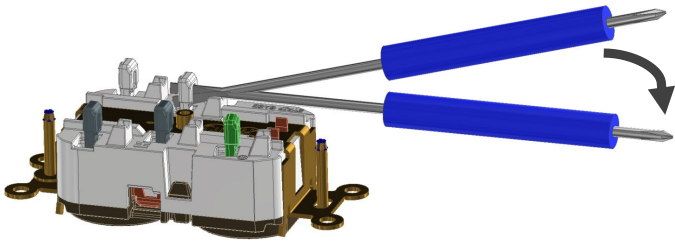

Fig. 4
- Para levantar un émbolo de la posición inferior a la superior, inserte un destornillador en la ranura del émbolo. Usando un destornillador de 1/8" - 3/16" y el punto de palanca provisto, levante el émbolo hasta que esté en la posición hacia arriba – Consulte Fig 4. **NO UTILICE PINZAS PARA TIRAR DE LOS ÉMBOLOS.**
Consulte Fig 4. Para liberar un conductor, inserte un destornillador de 1/8" - 3/16" en la ranura del émbolo. Usando el punto de palanca provisto, levante el émbolo hasta que esté en la posición hacia arriba. Retire el conductor. **NO UTILICE PINZAS PARA TIRAR DE LOS ÉMBOLOS.**